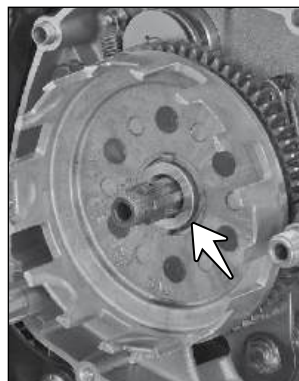

Fig. 3.11A
- Remova o guia da carcaça da embreagem (seta) do conjunto da engrenagem movida primária. (Fig. 3.11A)